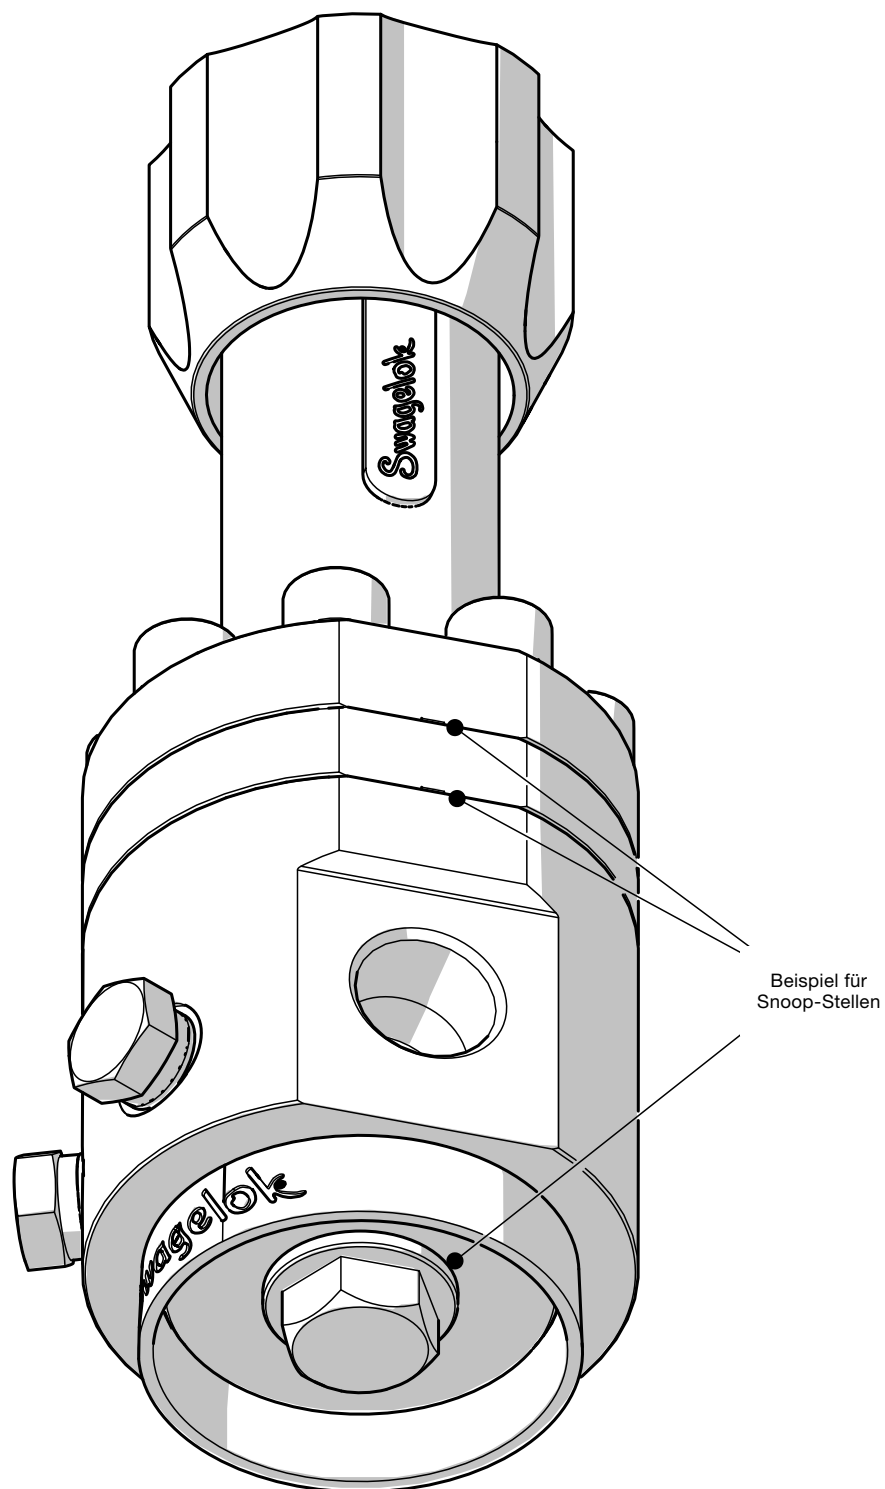

Abbildung 26
3. Prüfen Sie mit einem Flüssigkeitslecksuchgerät, ob sich an der Schnittstelle zwischen Federgehäuse und Dom sowie zwischen Körperstopfen und Körper Blasen bilden (siehe Abbildung 26).